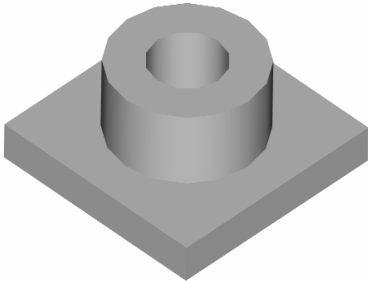

图 9-1-3
STEP 02 最后使用 RENDER 命令渲染所绘制的实体，最终效果如图 9-1-3 所示。其具体操作如下：全选底座，然后单击着色工具栏中的体着色按钮即可。